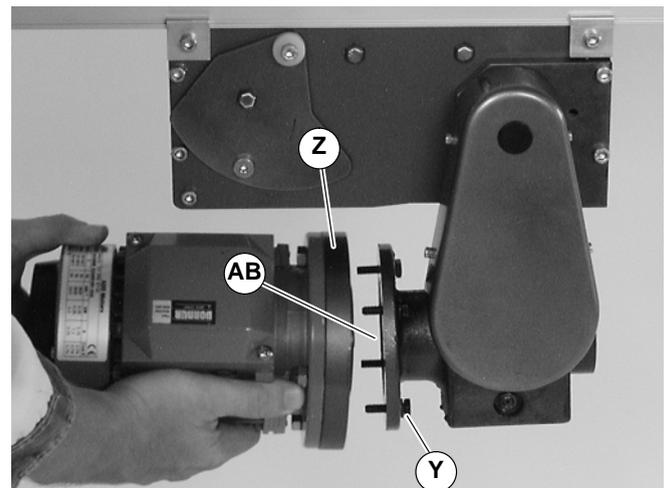

Abbildung 24
5. Adapterflansch (AN) auf neuem Motor installieren. Die Schrauben und Muttern einsetzen (AM) und festziehen.
6. Mit der Paßfeder (AB siehe Abbildung 24) in der Nut, den Motor mit Adapterflansch (Z) und Unteretzungsgetriebe zusammenschieben. Die Schrauben einsetzen (Y) und festziehen.